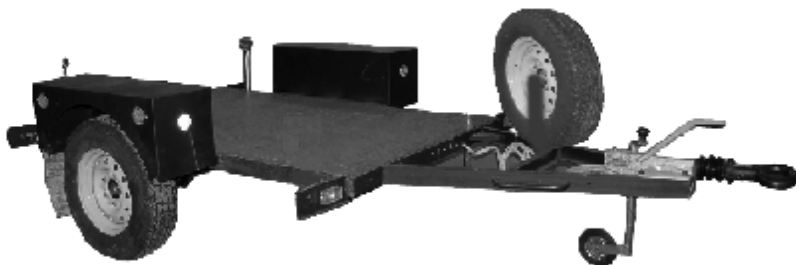

Рис.1. Общий вид прицепа
1.1 Руководство по эксплуатации содержит основные сведения по устройству, эксплуатации и техническому обслуживанию прицепа Рис.1.